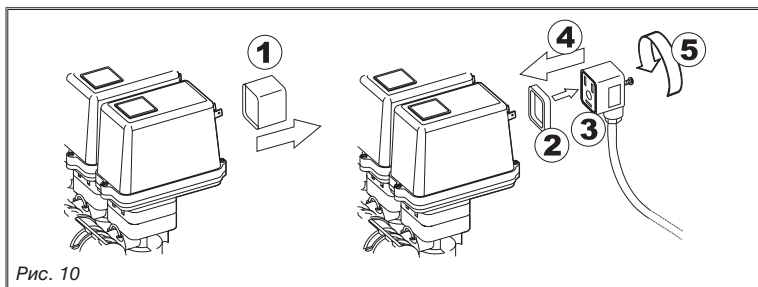

Рис. 10
- Прежде, чем приступить к соединению клапанов, убедитесь в том, что у соединителей присутствуют герметичные прокладки (Рис. 10).
- Снимите защитную крышку (1 на Рис. 10) с электроклапана.
- Расположите прокладку (2), насаживая её на соединитель (3), а затем присоедините, нажав до упора, соединитель (4): **будьте осторожны и не сгибайте электрические контакты на клапане при присоединении соединителя.**
- Затяните винт (5) до его полного зажима.